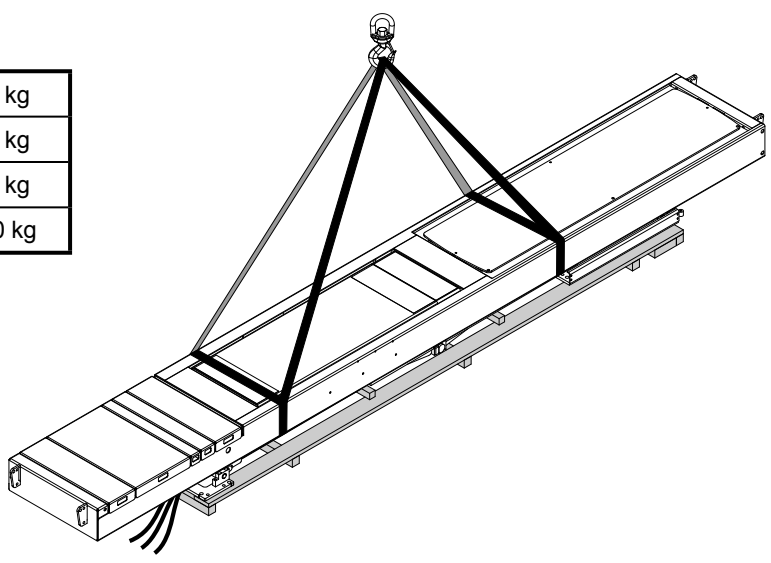
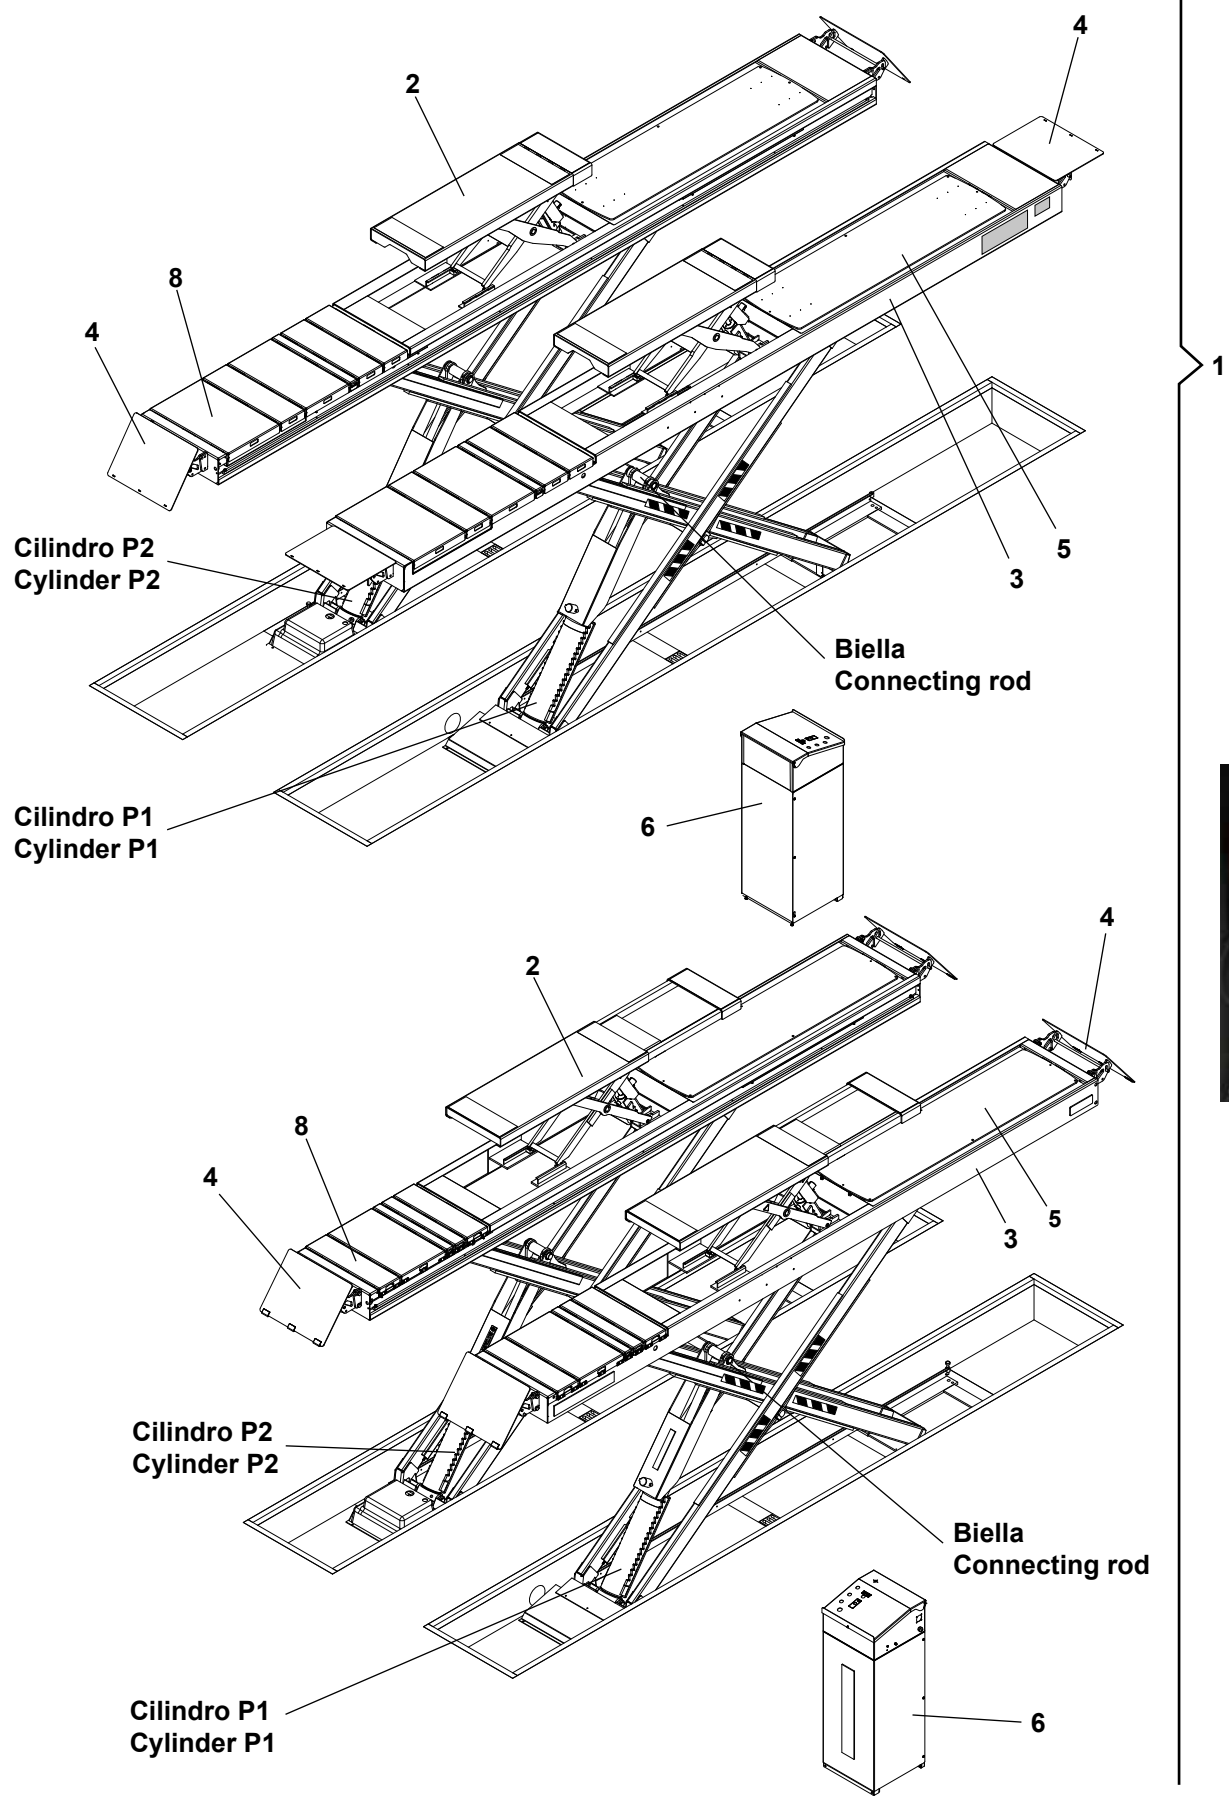
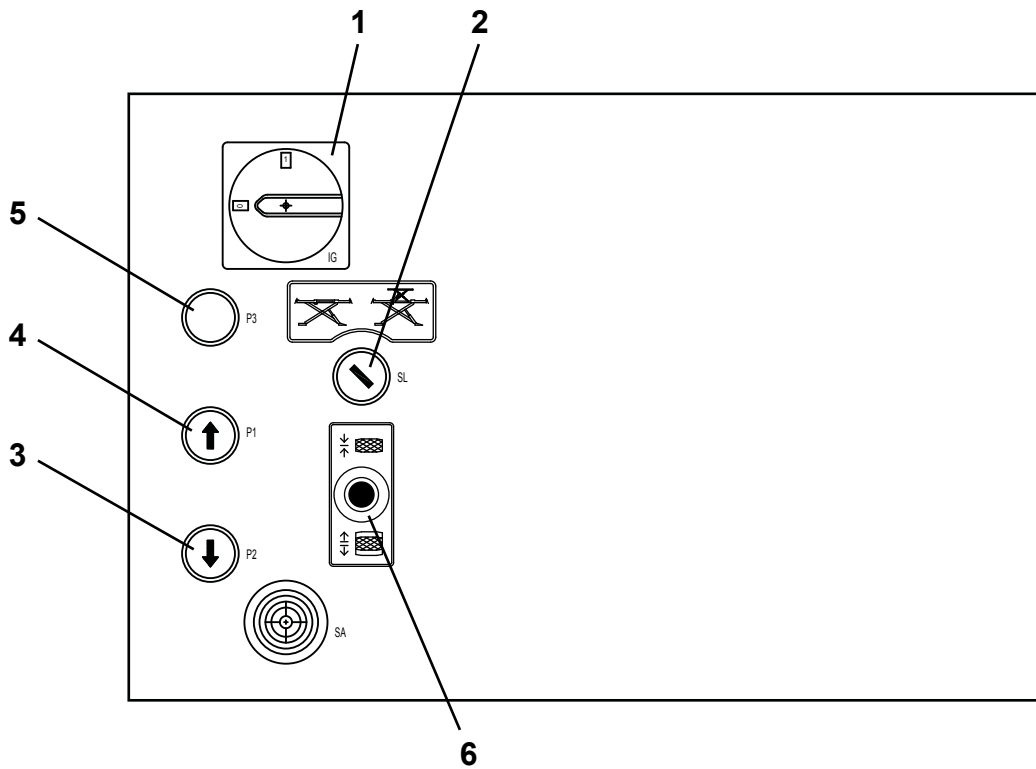

Fig. 5
Fig.6
Fig. 7
- Le operazioni di sollevamento debbono essere eseguite come da Fig.5.
- Sollevare con cautela adoperando adeguati mezzi di sostegno del carico in perfetta efficienza. Utilizzando gli appositi punti di aggancio come indicato in Fig.5.
- Lifting operations must be performed as shown in Fig.5.
- Take every precaution and use lifting mechanisms that are in good working order. Use the special lifting points indicated in Fig.5.
- Beim Anheben gemäss Abb.5 vorgehen.
- Die Last vorsichtig anheben und sie mit geeigneten und funktionstüchtigen Hilfsmitteln stützen. Dabei die auf Abb.5 and Abb.6 gezeigten Anschlagpunkte einhalten.
- Les opérations de levage doivent être réalisées comme indiqué à la Fig.5.
- Soulever avec attention: utiliser des moyens de support de la charge parfaitement efficaces et se servir des points d'attelage comme indiqué à la Fig.5.
Sollevatore elettroidraulico a forbice predisposto per l'installazione: a pavimento (fig. 6) o incassato (fig. 7) ed è composto anche da un sollevatore ausiliario elettroidraulico a forbice integrato nelle pedane per sollevamento libera ruote.
Electrohydraulic scissor lift ready for installation: floor mounted (fig. 6) or recessed (fig. 7), also comprising an auxiliary electrohydraulic scissor lift incorporated within the platforms for free wheel lifting.
Für die Installation vorbereitete elektrohydraulische Scherenbühne: auf dem Boden (Abb. 6) oder versenkt (Abb. 7). Sie besteht auch aus einer zusätzlichen elektrohydraulischen Scherenbühne, die in die Plattformen zum Freilaufheben der Räder integriert ist.
Élévateur hydraulique à ciseaux prévu pour l'installation : au sol (fig. 6) ou encaissé (fig. 7) et il est également composé d'un élévateur auxiliaire électro-hydraulique à ciseaux, intégré dans les chemins de roulement pour le levage roue libre.
Elevador de tijera electrohidráulico preparado para su instalación: en el suelo (fig. 6) o empotrado (fig. 7), también consta de un elevador de tijera electrohidráulico auxiliar integrado en las plataformas para la elevación ruedas libres.